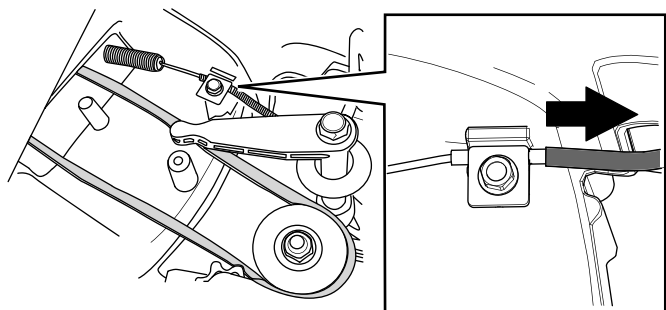

Figura 34
6. Tirate la guaina del cavo per eliminare l'allentamento (Figura 34).